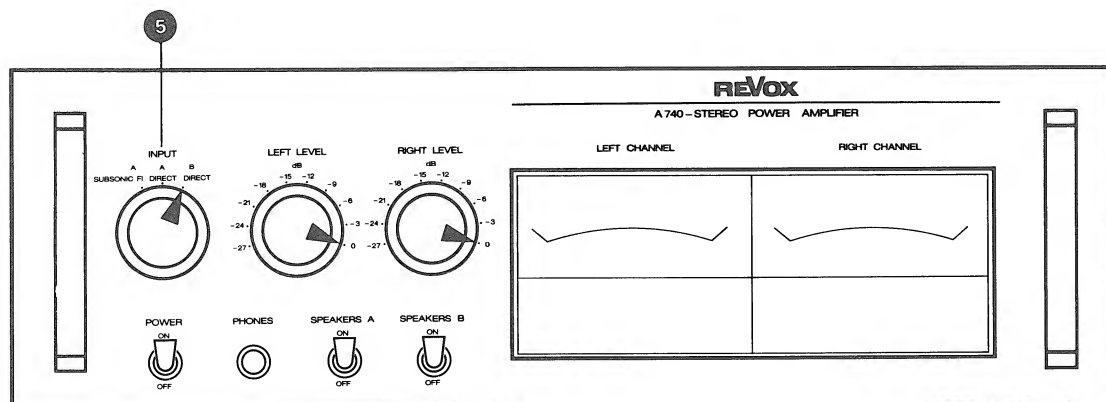

Fig. 5.2.—1
- Bedienungselemente nach Fig. 5.2.—1 einstellen.
- NF-Voltmeter an Ausgang LEFT CHANNEL (18) anschliessen.
- NF-Generator an Eingang LEFT CHANNEL (14) anschliessen.
- Klirrfaktor-Messgerät an Ausgang LEFT CHANNEL (18) anschliessen.
- Adjust operating controls as per fig. 5.2.—1.
- Connect audio voltmeter to output LEFT CHANNEL (18).
- Connect audio generator to input LEFT CHANNEL (14).
- Connect distortion analyser to output LEFT CHANNEL (18).
- Connect audio generator to input LEFT CHANNEL (14) and adjust input level to 1 V.
- Organes de commande selon la fig. 5.2.—1.
- Voltmètre BF à la sortie LEFT CHANNEL (18).
- Générateur BF à l'entrée LEFT CHANNEL (14).
- Distorsiomètre à la sortie LEFT CHANNEL (18).
- Bedienungselemente nach Fig. 5.2.–1 einstellen.
- Adjust operating controls as per fig. 5.2.–1.
- Organes de commande selon la fig. 5.2.–1.